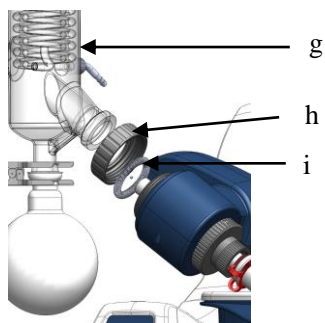
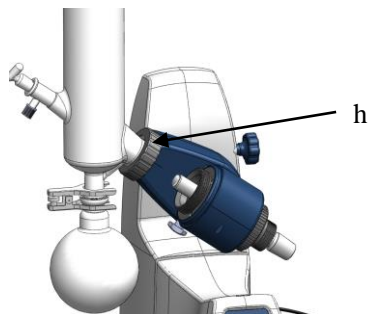

Figura 12
Figura 13
- Instalación del condensador (g) (Figura 12 y figura 13)